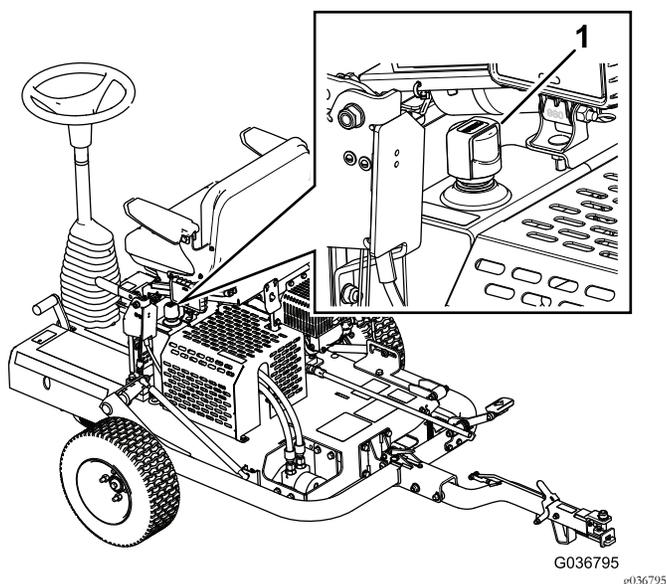

Figura 21
3. Retire a tampa do depósito hidráulico e verifique o nível de fluido na vareta (Figura 21).